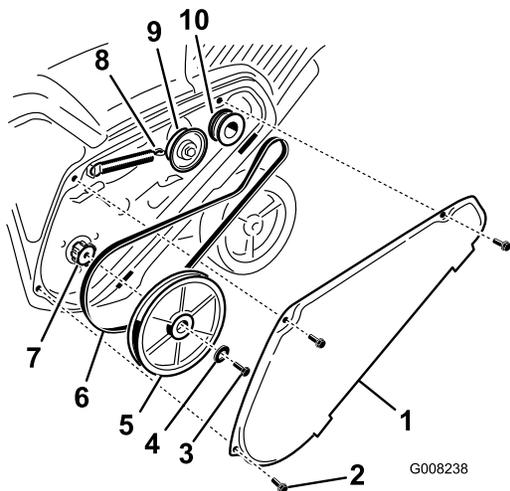

Рисунок 28
1. Снимите крышку ремня привода, вывернув 3 болта, как показано на рисунке Рисунок 28.
2. Отсоедините пружину тормоза от рычага натяжного ролика, чтобы снять натяжения ремня (Рисунок 28).
3. Выверните винт и снимите изогнутую шайбу, которые удерживают шкив ротора (Рисунок 28).
4. Снимите шкив ротора и ремень привода (Рисунок 28).
Примечание: Наденьте новый ремень привода сначала на шкив двигателя, затем на натяжной ролик и, наконец, на свободный шкив ротора, расположенный непосредственно над валом ротора (Рисунок 28).
6. Наденьте шкив ротора на вал ротора (Рисунок 28).
7. Установите болт шкива ротора с изогнутой шайбой и надежно затяните их (Рисунок 28).